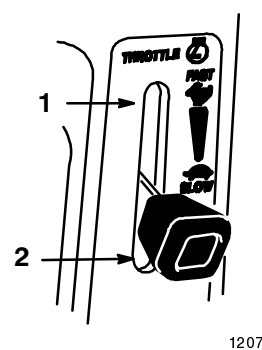

Figure 4
5. Placez la manette d'accélérateur en position de régime maximum ("FAST") (Fig. 4).
7. Lorsque le moteur a démarré, amenez progressivement la manette de starter en position hors service ("OFF") (Fig. 4). Si le moteur cale ou hésite, ramenez la manette de starter à la position "ON" pendant quelques secondes. Réglez ensuite le levier d'accélérateur à la position voulue. Répétez l'opération si nécessaire.
2. Placez la manette d'accélérateur à mi-course (Fig. 4).